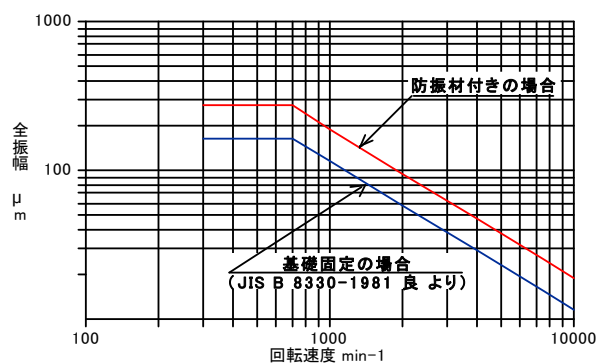

図 15 振動状態の参考判定基準
- (2) Vベルトは、摩耗してきたり、傷んだらお取替えてください。Vベルトの寿命（交換時期）は、使用される環境（温度・湿度・太陽光・粉塵等）や条件（伝達動力・始動回数等）により変わりますが、一般空調送風機の場合の目安は1年です。
- (3) Vベルトは、使用中に伸びますので、定期的に張りをチェックしてください。この伸びは特に新しいVベルトで運転初期に大きく発生しますので、運転開始後10～50時間で張りを調整してください。調整は **5** 据付の第4項“Vプーリの芯出しとVベルト調整”の項を参照ください。
- (4) 軸受許容温度は、一般的には室温+40℃以下かつ80℃以下です。温度が軸受許容温度を超えている場合は、運転を停止して点検してください。
- (5) 軸受箱の音や振動は、運転開始数日後の状態を基準として、判断してください。
- (6) ファンが正常で、据付、ダクト配管工事が正しく施工されている場合の振動の基準値を図15に示します。